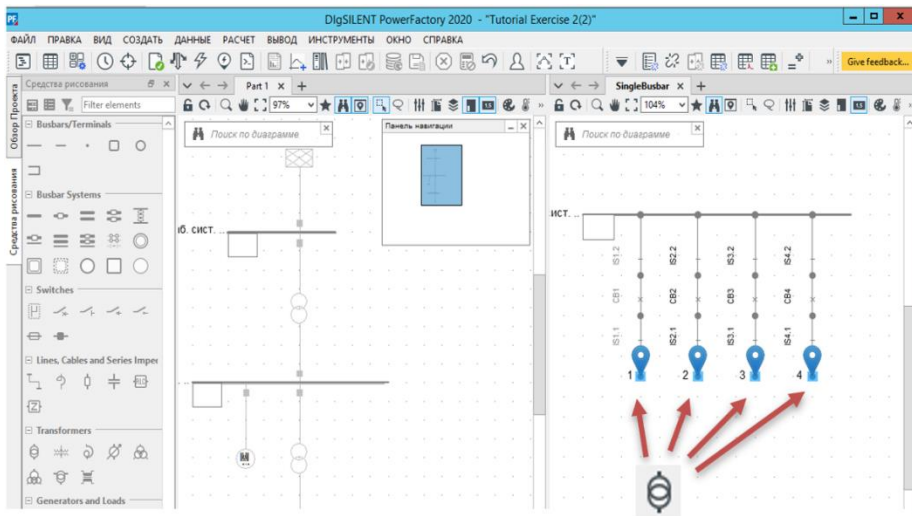

Рисунок 1.2 – Приєднання трансформатора до одиної СШ
– Автоматично відкриється детальна схема ТП. З'єднайте трансформатор з однією з ячеек, натиснувши на будь-якому з виділених терміналів вимикача, як показано на рис. 1.2.